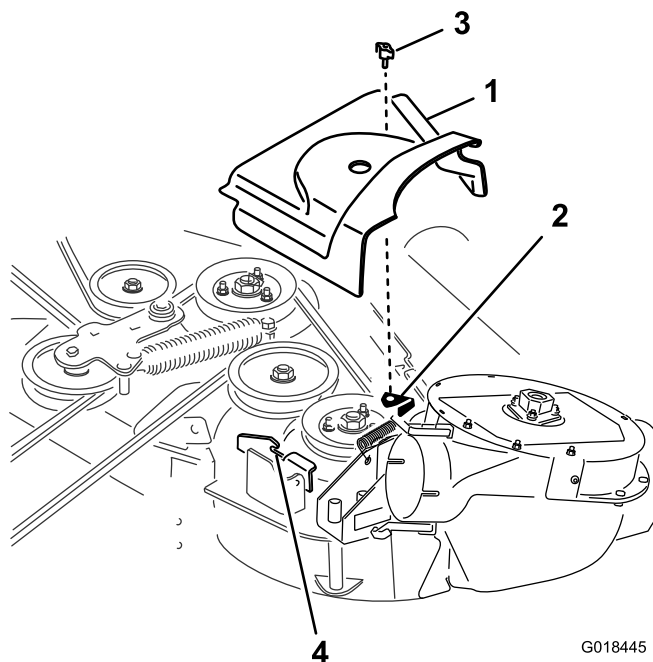

図 26
3. 新しいベルトカバーを取り付けるカバーについている左右のノッチがベルトカバーサポートを越えるように取り付け、ラッチをかける 図 26。
4. 新しいベルトカバーをデッキに固定するブロードドライブキットに入っているカバーのノブをカバーに通してベルトカバーサポートにねじ込む 図 26。